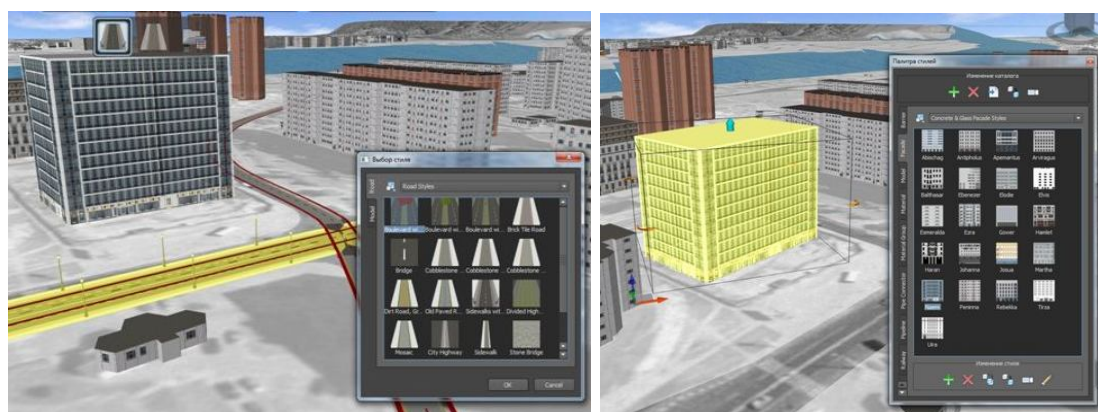

Рисунок 1.6 – Иллюстрация стилизации дорог и зданий в трехмерной ГИС
- Быстрое создание моделей существующей инфраструктуры (рис. 1.6). Интеграция в единую трехмерную модель уже используемых в